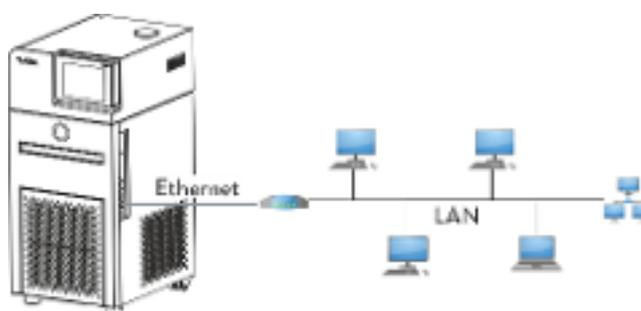
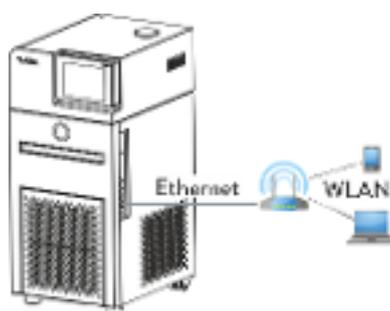

Fig. 13: collegato tramite LAN
Fig. 15: collegato tramite WLAN
Nella Fig. 13 è illustrato in che modo l'apparecchio di termostatazione LAUDA è collegato ad una postazione di comando/un PC attraverso una rete LAN.
Nella Fig. 15 è illustrato un collegamento diretto dalla postazione di comando/dal PC all'apparecchio di termostatazione LAUDA attraverso una WLAN. In questo caso il router WLAN deve essere configurato come access point. Per sapere come vada configurato il router WLAN, vedere il manuale del router.
- Per i collegamenti come quelli illustrati nella Fig. 14 e nella Fig. 15 si possono utilizzare comuni router WLAN. Essi devono presentare la funzione di collegamento richiesta e devono soddisfare i requisiti del Paese in cui vengono utilizzati. Per stabilire un collegamento come quello illustrato nella Fig. 14, LAUDA consiglia tuttavia di utilizzare un router WLAN industriale.
17. Collegare l'interfaccia Ethernet dell'apparecchio di termostatazione come illustrato dalla Fig. 13 alla Fig. 15. Utilizzare un comune cavo Ethernet (cavo patch).
8. Collegare l'interfaccia Ethernet dell'apparecchio di termostatazione come illustrato dalla Fig. 13 alla Fig. 15 . Utilizzare un comune cavo Ethernet (cavo patch).